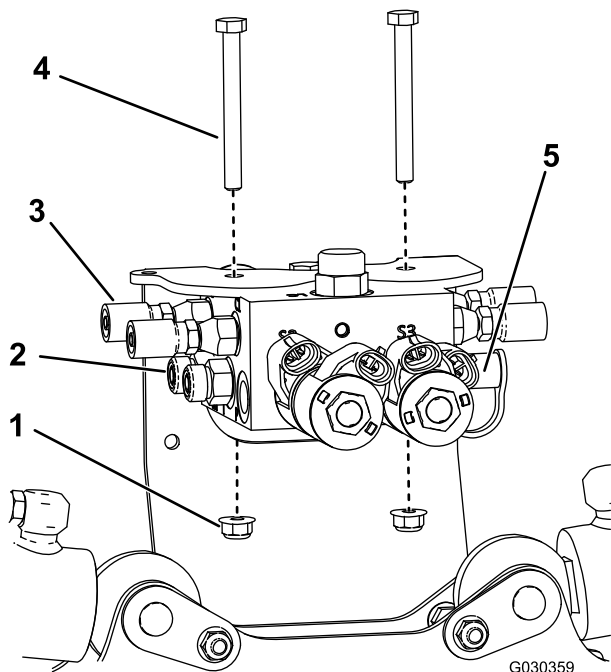

Figura 5
8. Instale as uniões hidráulicas nas portas C1 a C4 no novo bloco do coletor hidráulico (Figura 5).
9. Instale os dois conectores hidráulicos e porta de medição no novo bloco do coletor hidráulico (Figura 5).
10. Instale o novo bloco do coletor hidráulico no suporte de montagem da válvula com os dois parafusos (5/16 x 3 pol.) e duas porcas de bloqueio (5/16 pol.) que removeu previamente (Figura 5).